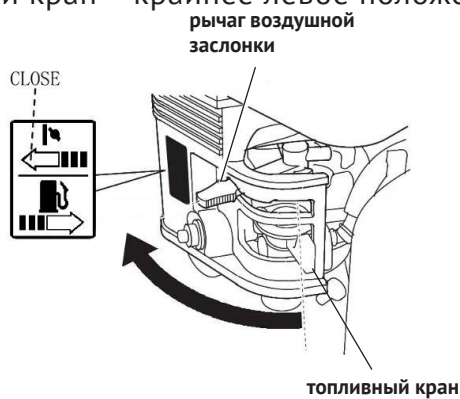

рис.7
- открыть топливный кран (рис.7) – крайнее правое положение – «ON»;
- установить рычаг управления воздушной заслонкой (рис.7) в крайнее левое положение - „закрыто“ при пуске холодного двигателя, или в промежуточное положение при прогревом двигателя;